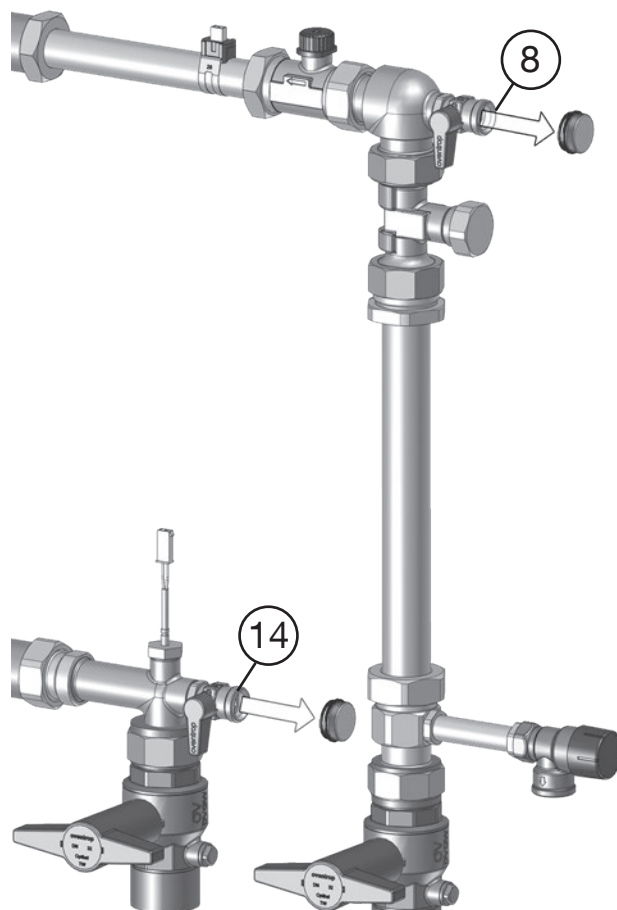
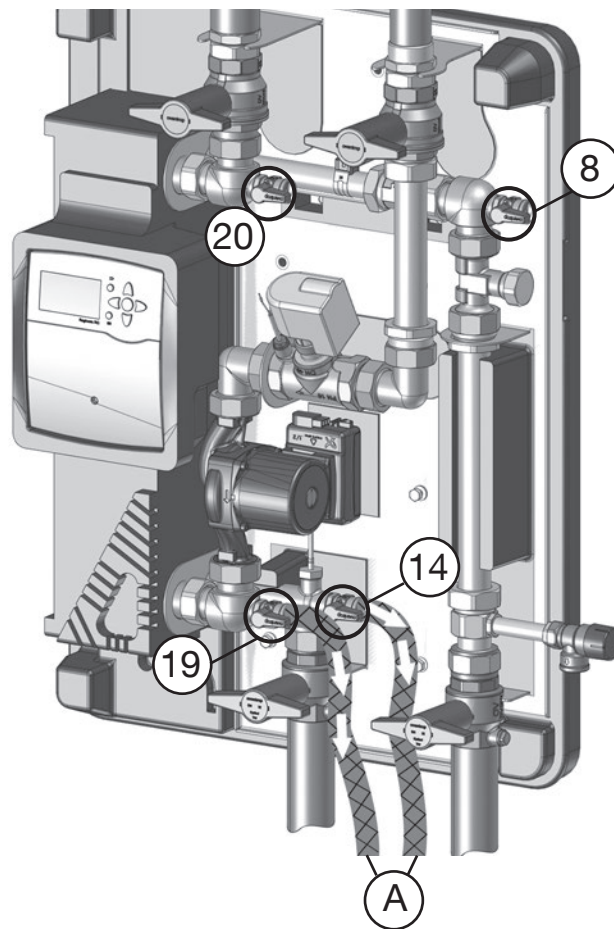

Fig. 5.2: D  visser les capuchons de fermeture des robinets de vidange et de remplissage    tournant sph  rique
Fig. 5.5: Vidanger la tuyauterie et l'  changeur de chaleur
3. D  visser les capuchons de fermeture des robinets de vidange et de remplissage    tournant sph  rique (8 et 14) (Fig. 5.2).
3. D  visser les capuchons de fermeture des robinets de vidange et de remplissage    tournant sph  rique (8, 14, 19, 20, voir aussi Fig. 5.2 en page 31.).
4. Equiper les deux robinets de vidange et de remplissage    tournant sph  rique inf  rieurs (14 et 19) d'un tuyau d'  vacuation (A).
5. Ouvrir les robinets de vidange et de remplissage    tournant sph  rique (8, 14, 19 et 20) pour vidanger la tuyauterie et l'  changeur de chaleur (Fig. 5.5).